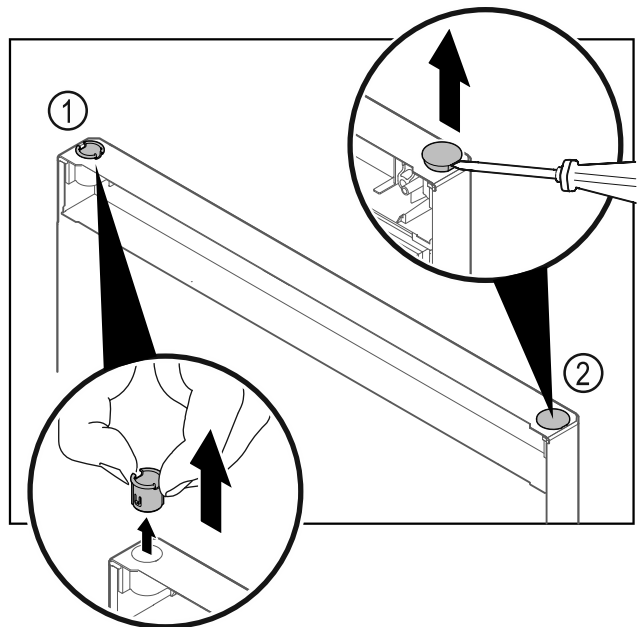

Fig. 18
- ▶ Extraer el casquillo de bisagra Fig. 18 (1) con los dedos.
- ▶ Levantar cuidadosamente el tapón Fig. 18 (2) con un destornillador para tornillos de cabeza ranurada y extraerlo.